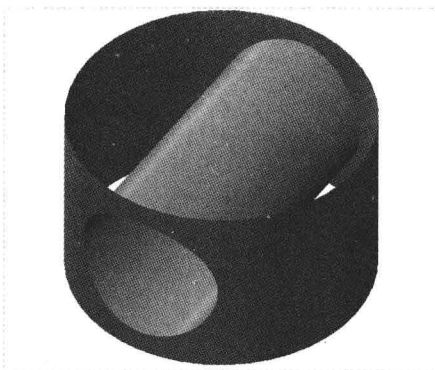

图 10-57 合并曲面
Step 04 单击“应用并保存在工具中所做的所有更改，然后关闭工具操控板”按钮, 即可合并曲面，如图 10-57 所示。